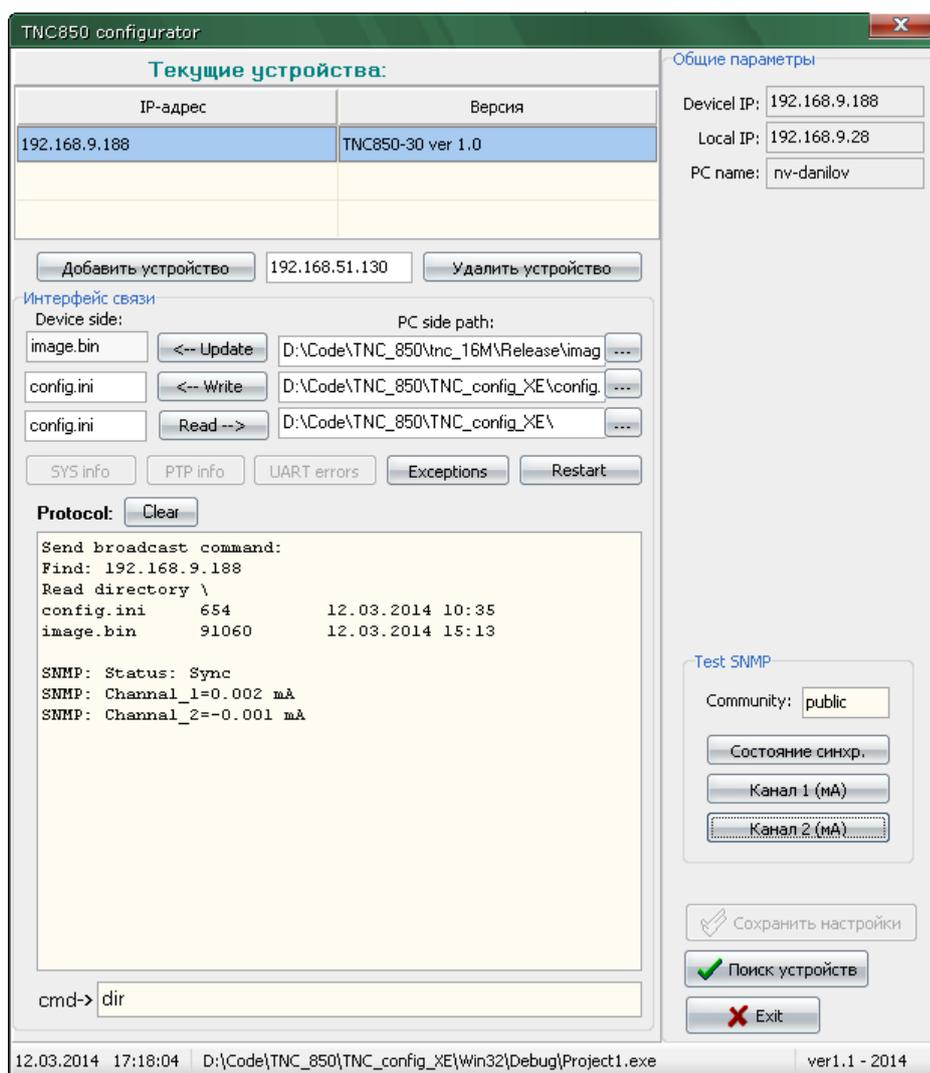

Рисунок 6 – Главное окно программы конфигуратора преобразователя
4.3.1 Двойным щелчком на пиктограмме  запустите конфигуратор преобразователя “tnc850\_config.exe”, при этом должно появиться окно приложения (см. рисунок 6).